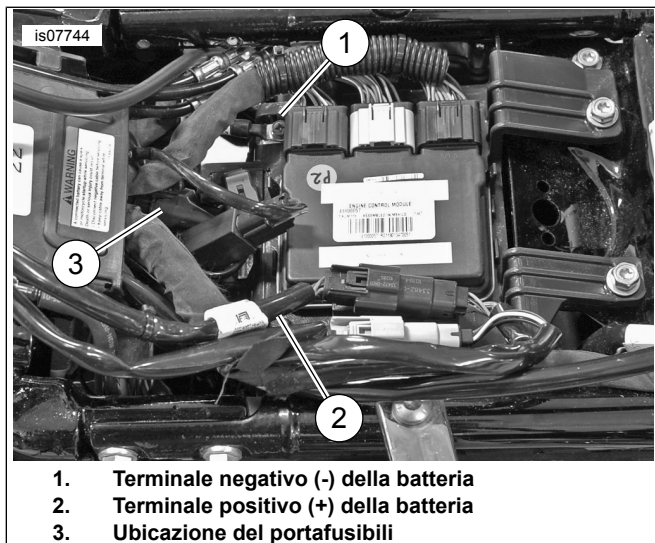

Figura 9. Collegamento della batteria
8. Vedere Figura 9 Installare il coperchio del passacavi. Coprire eventuali connettori lato maschio non usati con 72632-10, dotati di 692000478 [313] o dal connettore del cablaggio della carenatura di serie [162] sui modelli FLHX.